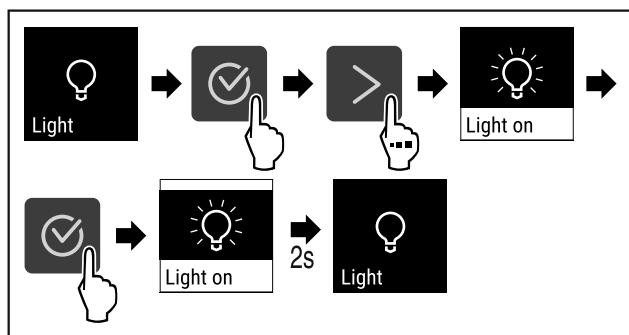

Fig. 69
- Kryeni hapat e veprimit (shihni Fig. 69).